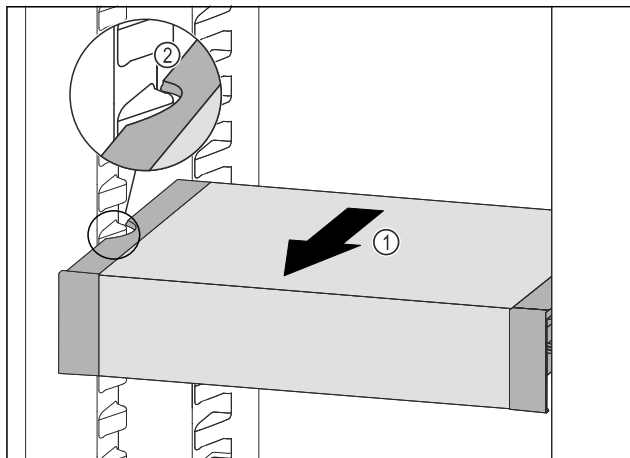

Fig. 138
- ▶ Вытягивайте VarioSafe вперед *Fig. 138 (1)*, пока боковые выемки VarioSafe не окажутся на высоте выступа резервуара в холодильном отделении. *Fig. 138 (2)*